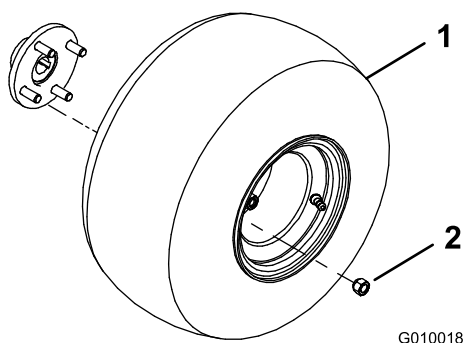

Bild 3
2. Montieren Sie ein Rad auf der Hinterradnarbe (Bild 3).
3. Setzen Sie die Radnabenmuttern ein (Bild 3) und ziehen Sie sie mit 61-75 Nm an.